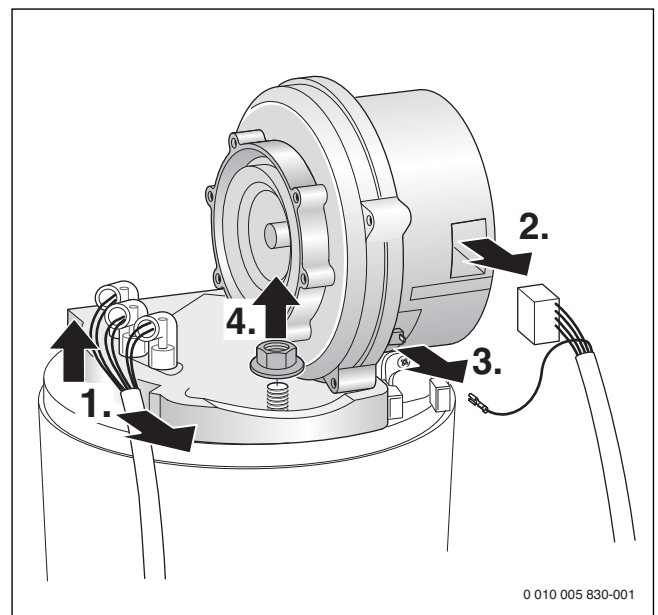

Рис. 47 Выньте вентилятор
- ▶ Демонтируйте смесительное устройство (→ рис. 47).